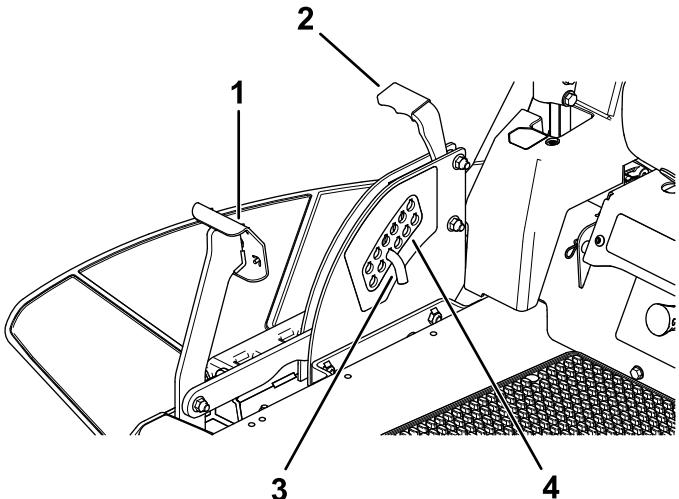

Figura 38
- Nel sistema di selezione dell'altezza di taglio scegliete un foro corrispondente all'altezza desiderata e inserite il perno (Figura 38).
- Premete il pedale di sollevamento del piatto di taglio e sollevate il piatto in posizione di blocco per il trasporto (oltre la posizione dell'altezza di taglio di 114 mm); come illustrato nella Figura 38.
- Per regolare, spostate il perno dalla staffa dell'altezza di taglio (Figura 38).